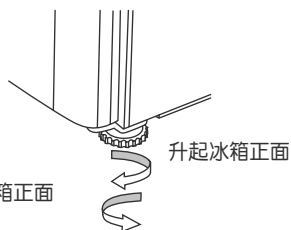

图11 冰箱调平
- C 旋出前脚，直到冰箱正面比背面高出大约10mm为止。这样可以确保好关门。（参看图11）。